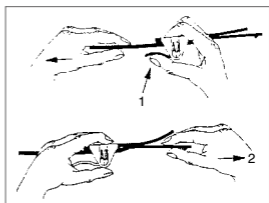

Fig. 5 Cinto craneal Lightweight
Ajuste de la **cinta craneal Lightweight (ver Fig. 5)**: Para el ajuste al contorno craneal la cinta se puede ensanchar mediante pulsación de la palanca (1) y estrechar estirando el extremo libre (2).